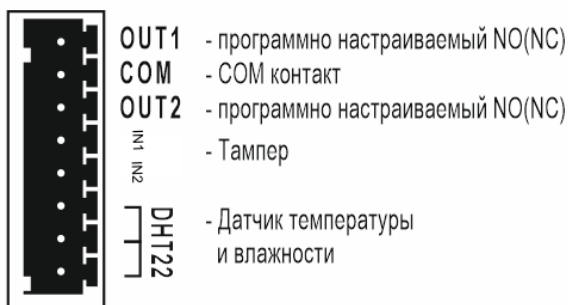

Рисунок 2
- При необходимости подключить внешние устройства (кабель датчика температуры и влажности с разъёмом, кабель тампера, (входят в комплект поставки), устройства индикации и т.п. см. *Рисунок 2*);